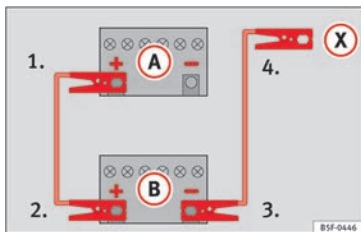

Fig. 133 Esquema de ligação para veículos sem sistema Start-Stop.
» » Fig. 133.
3. Ligue a outra extremidade do cabo *vermelho* de emergência ao polo positivo (+) do veículo que fornece a corrente (B).
4. **Em veículos sem sistema Start-Stop:** ligar uma extremidade do cabo *preto* de emergência ao polo negativo (-) do veículo que fornece a corrente (B) » » Fig. 133.